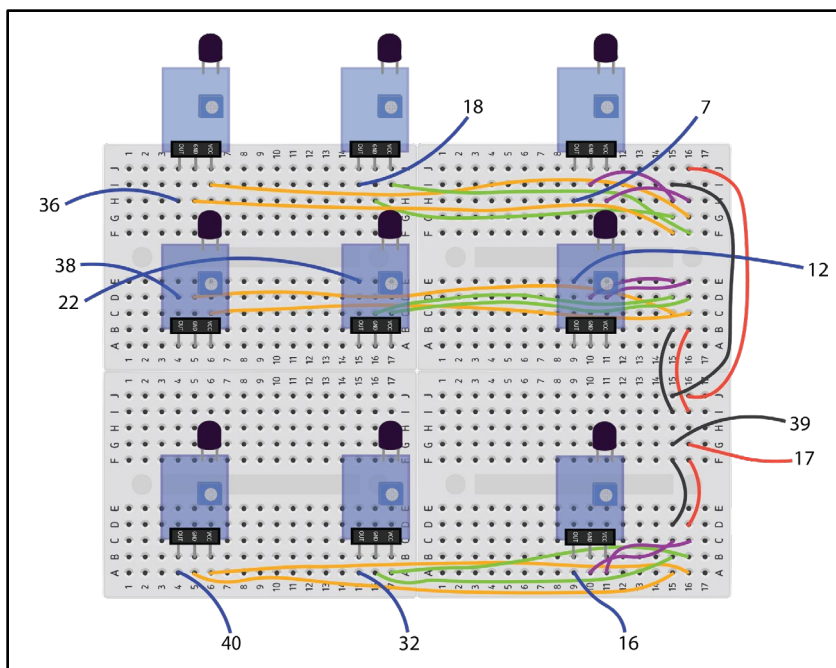

图 15：将光电二极管连接到 GPIO 板的线路逻辑
- b. 使用母对公（F-M）杜邦线将每个光电二极管的信号输出引脚连接到 GPIO，连接说明如下（参见图 15）。图 15 中的每个数字对应一个 GPIO 引脚（参见图 11 和 12）。